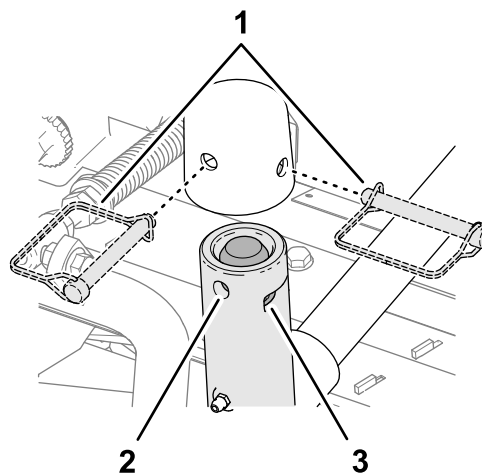

图 24
**锁定用于在山坡上剪草的滚刀组枢轴**——锁定滚刀组枢轴以防止滚刀组在坡面上剪草时向下坡方向旋转。使用提升臂枢轴（图 24）上的孔锁定滚刀组。将槽用于可偏转的滚刀组。